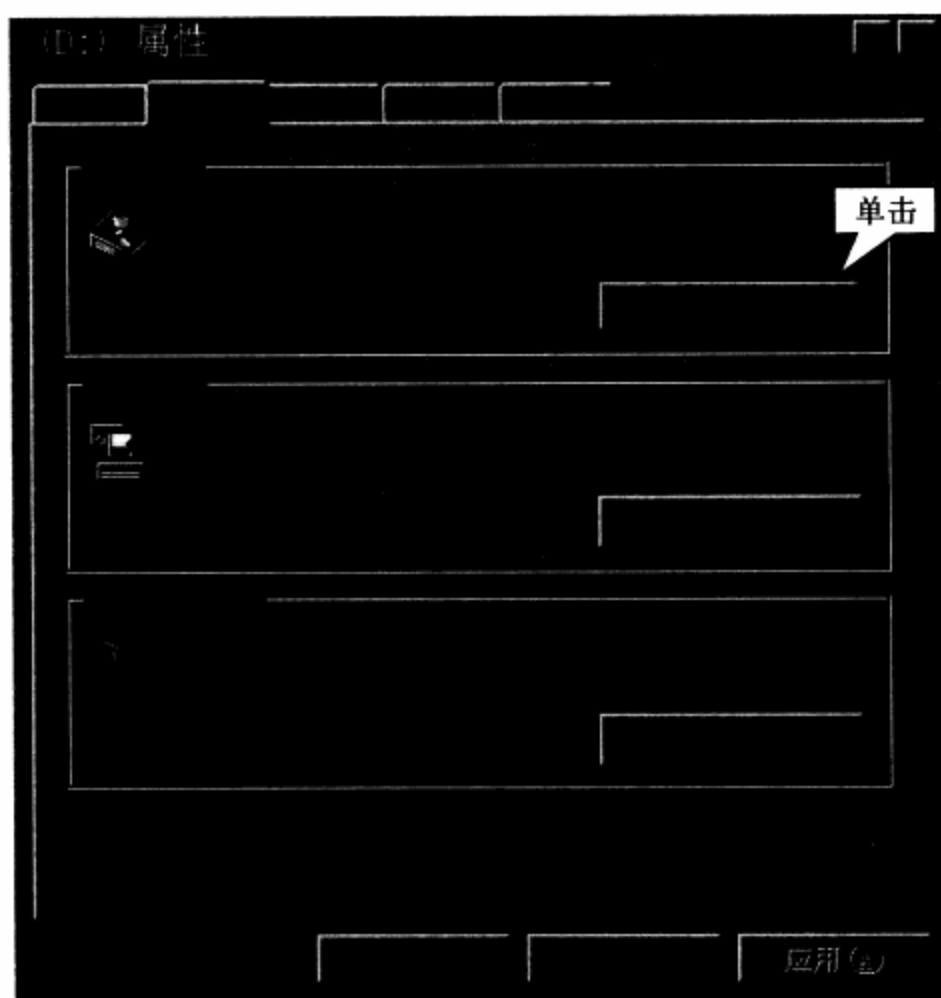

图14-6 Windows 98中的磁盘属性工具菜单
**步骤 01** 在Windows 98的资源管理器中选择硬盘盘符,右击,在弹出的快捷菜单中选择“属性”→“工具”命令。当出现如图14-6所示的磁盘属性工具菜单后,单击“查错状态”框内的“开始检查”按钮。